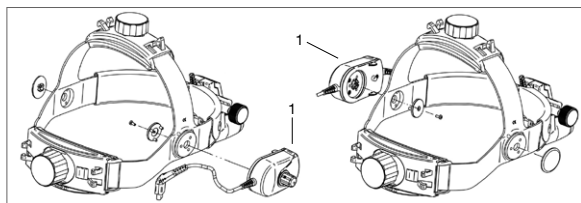
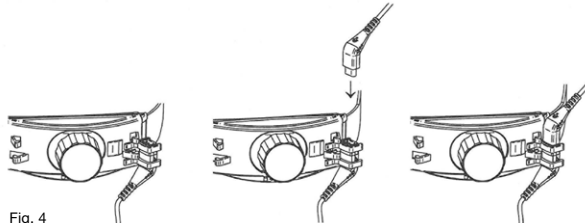

Fig. 3 Montaggio del regolatore stringitesta
Fig. 4
Il Regolatore di Luminosità (1) può essere montato sul lato sinistro o destro del Caschetto (fig. 3). La luminosità (1) può essere regolata in continuo girando la manopola del Regolatore di Luminosità.
Per configurare la lampada ML4 LED con mPack o EN50, collegare il cavo corto proveniente dal Regolatore di Luminosità con il cavo di connessione Cinch di mPack UNPLUGGED e fissarlo nella parte posteriore del caschetto (Fig. 4). Collegare lo strumento alla presa-Cinch di mPack o EN50. Il regolatore (1) (Fig. 3) permette di regolare la luminosità o di accendere e spegnere l'apparecchio.